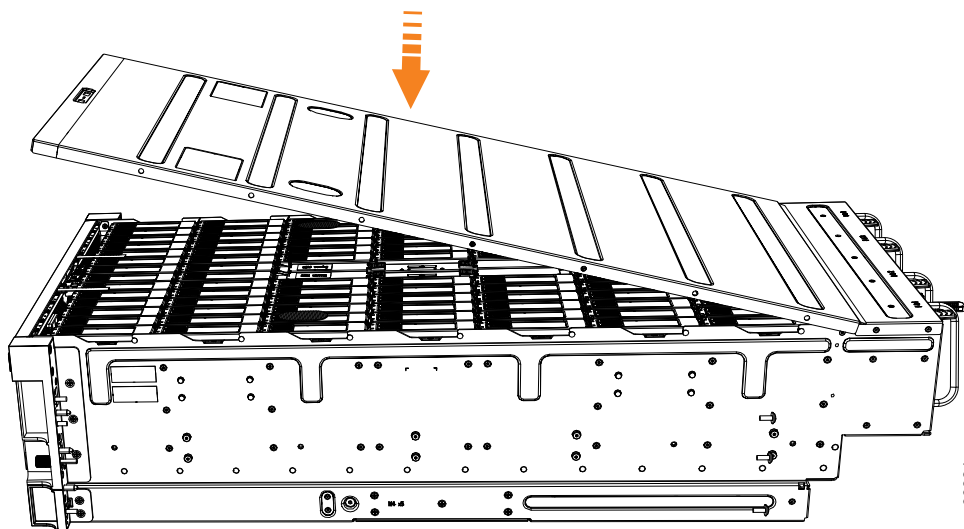

Abbildung 68. Obere Abdeckung von 2145-92F ausrichten
1. Senken Sie die Abdeckung vorsichtig ab und stellen Sie sicher, dass sie korrekt an der Rückseite des Gehäuses ausgerichtet ist (siehe Abb. 68).